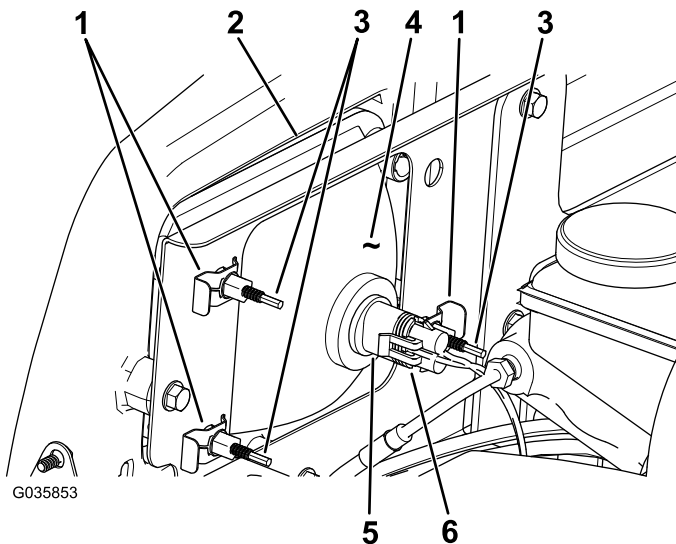

図 41
3. ランプアセンブリのコネクタから、ハーネス用のコネクタを外す 図 41。
4. ヘッドライトをヘッドライトブラケットに固定しているスピードクリップを外す 図 41。
5. ヘッドライトアセンブリ全体を前に押し出して、前バンパーから外す 図 41。
6. 取り付け穴に新しいヘッドライトを取り付ける 図 41。
8. ハーネス用のコネクタを、新しいランプアセンブリのコネクタに接続する 図 41。
2. ヘッドライトアセンブリの裏側部分にある調整ねじ 図 41を回してヘッドライトアセンブリの角度を変えてビームの方向を調整する。